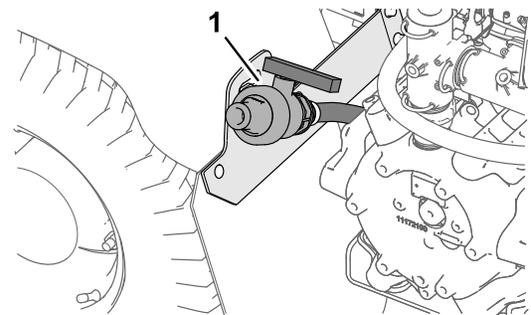

Figura 47
2. Localize a válvula de escoamento do depósito no guarda-lamas traseiro esquerdo da máquina (Figura 47).